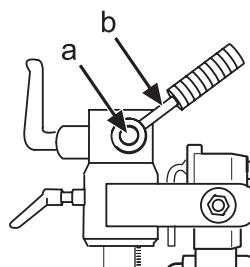

Fig.8
- La manija de ajuste de altura se puede trasladar al lado opuesto aflojando el tornillo de fijación de la misma (a) (fig. 8) (fijación Allen de 6 mm).
- Se necessário, o manípulo de ajuste de altura pode ser deslocado para o lado oposto afrouxando o parafuso de fixação do mesmo (a) (Fig. 8) fixação Allen de 6 mm.
- Loosening the lock screw (a) (Fig. 8) (6 mm hex drive) allows the height knob to be moved to the opposite side if necessary.